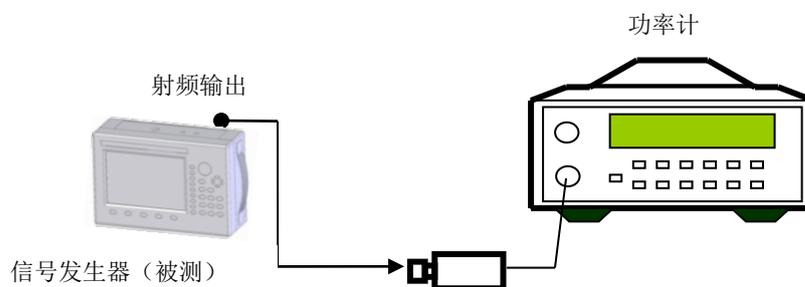

图 7-5 稳幅输出功率范围测试
- a) 开机复位, 预热至少 30min。校准功率计, 按图 7-5 连接设备。
**测试框图:** 同图 7-5。
- a) 开机复位, 预热至少 30min。校准功率计。按图 7-5 连接设备。